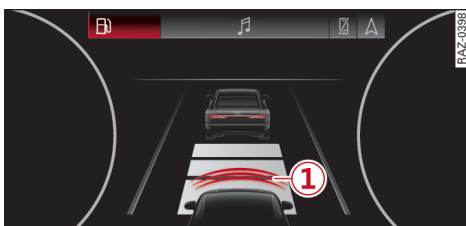

图 110 组合仪表：起步监控
如果正显示驾驶员辅助系统，那么附加出现显示①⇒ 图 110 及驾驶指南警告。另外，会有声音信号出现。车辆缓慢起步。在某些情形下，这种情况也可能出现在障碍物不明显时。